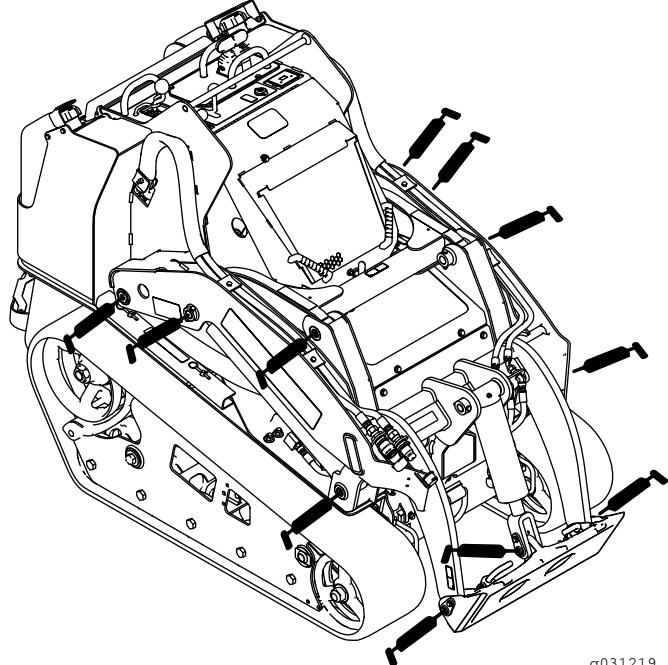
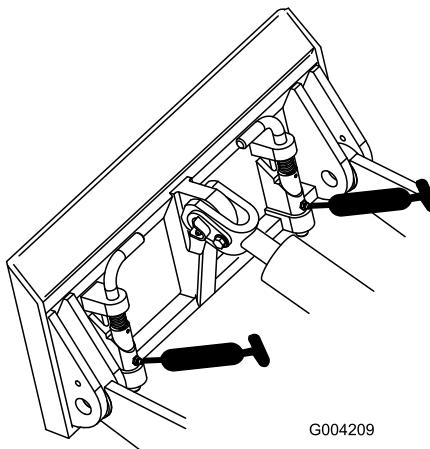
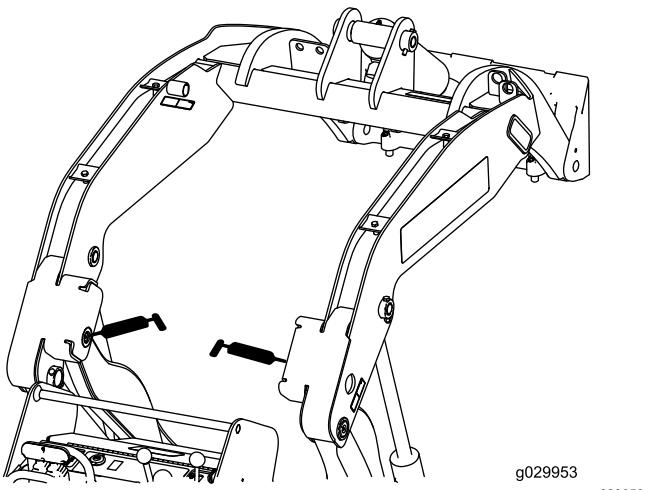

Figura 44
Figura 45
Figura 46
3. Collegate un ingassatore a pressione a ciascun raccordo (Figura 44, Figura 45 e Figura 46).
Nota: Sollevate i bracci caricatori prima di ingassare i raccordi nella Figura 46.